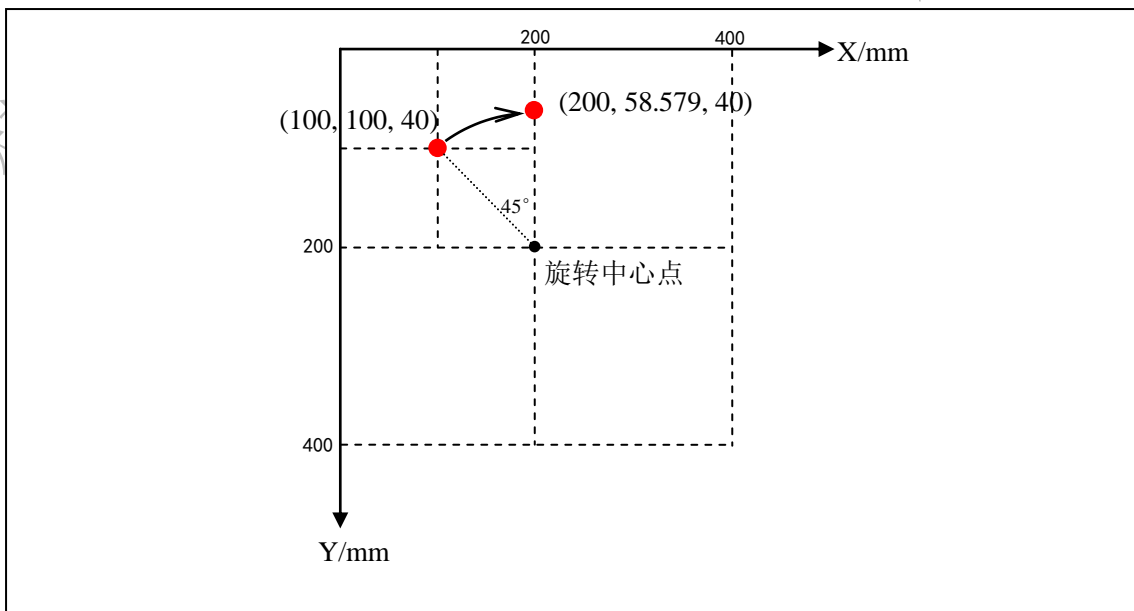

图 0.15 “平面旋转”示意图
(6) 平面旋转：将“始地址”与“末地址”范围内所有螺丝孔位以 X 轴和 Y 轴“行程”一半处的坐标点为旋转中心点，根据“旋转角度”旋转，批量更改对应的 X、Y 坐标。【**“平面旋转”案例**：假如机器 X 轴行程为 400mm，Y 轴行程为 400mm，一个螺丝孔位的坐标点为(100mm，100mm，40mm)，顺时针旋转 45°后的坐标为(200，58.579mm，40mm)，如图 0.15 所示】